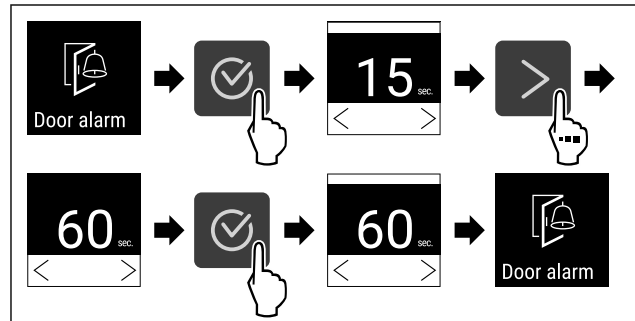

Fig. 88
- ▶ Εκτελέστε τα βήματα ενεργειών (βλέπε Fig. 88) .